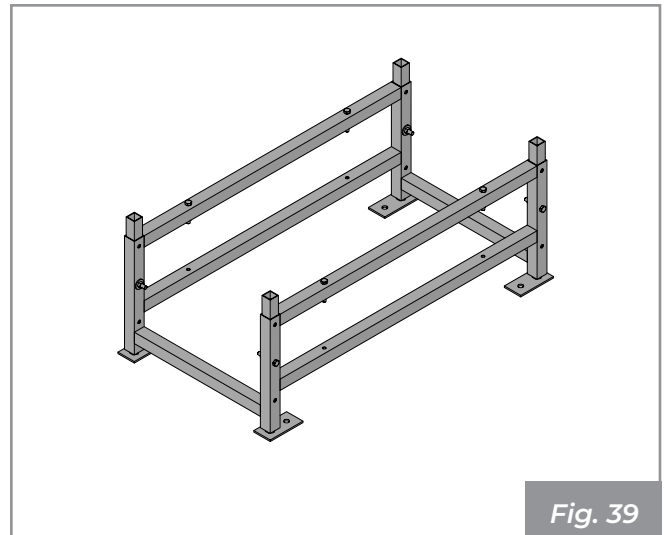

Fig. 39
- Kit piedistallo (**Fig. 39**).